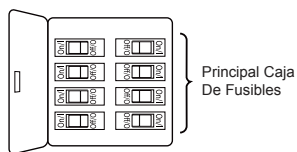

Figura 1
Uso de perfil bajo (Figura 1)
- ☐ 1. Extraiga las tres pestañas estabilizadoras y la bolsa de plástico del motor. Deshágase de las pestañas estabilizadoras. (Figura 1)
Para evitar una posible descarga eléctrica, asegúrese de cortar la alimentación eléctrica de la caja de fusibles principal antes de colgar el ventilador. (Figura 1)
1. Para configurar el código de unidad del receptor. Deslice los interruptores de código a las mismas posiciones que en el transmisor. (Figura 1)